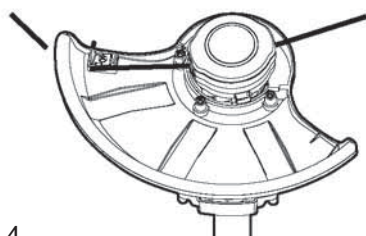

Fig.4
- > Débranchez l'appareil. Appuyez sur la butée, relâchez-la puis tirez sur les deux bouts du fil pour les allonger. Répétez cette manipulation jusqu'à ce que les bouts du fil aillent légèrement plus loin que le coupe-fil (fig. 4).